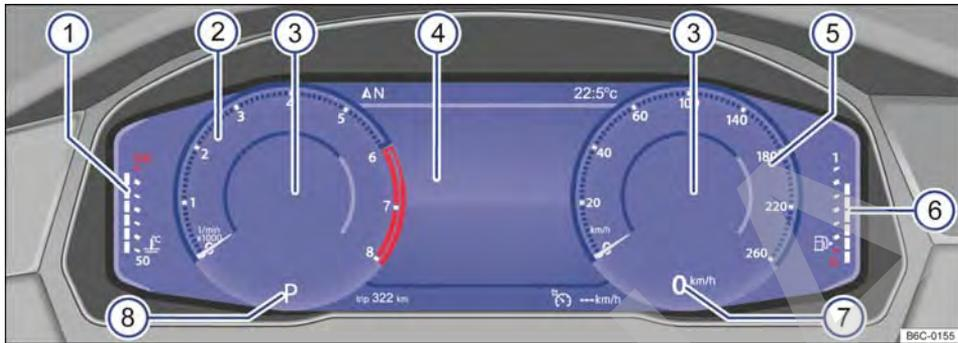

Fig. 11 Active Info Display en el panel de instrumentos.
Explicaciones sobre los instrumentos → fig. 11:
Dependiendo del perfil de información seleccionado, el Active Info Display muestra informaciones adicionales en el centro de instrumentos redondos → fig. 11 ③. Los siguientes perfiles de información pueden ser seleccionados: